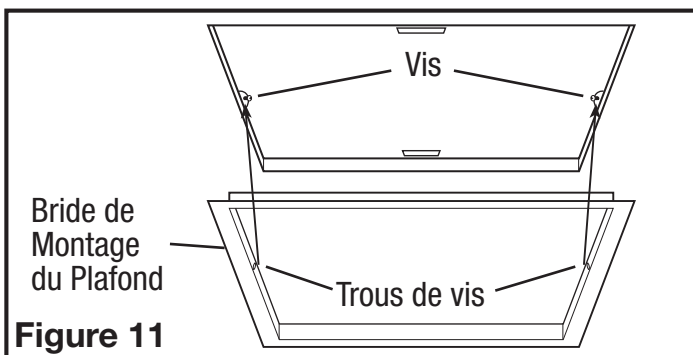

Figure 11
4. Installez la bride de montage au plafond pour couvrir tous les espaces qui existent entre le boîtier et le plafond fini. Retirez les deux vis qui relient la bride de montage au boîtier. Placez un scellant (non fourni) sur le bord intérieur de la bride de montage au plafond pour assurer que la bride est scellée au plafond. Alignez les trous de vis dans la bride de montage au plafond avec les trous de vis à l'intérieur du boîtier et appuyez la bride en place afin qu'elle soit bien serrée contre le plafond. Réinstallez les vis de la bride de montage à l'intérieur du boîtier (Figure 11).